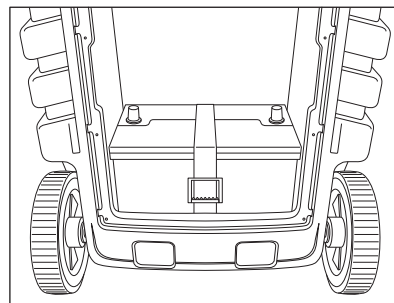

Fig. 2
- Retirez le panneau du bas du dos. (Se reporter à la figure 2.)
- Remettez le panneau arrière. (Fig. 2)